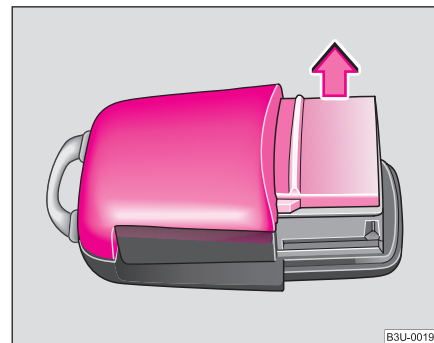

Fig. 20 Capacul carcasei emițătorului
- Scoateți capacul carcasei emițătorului ⇒ pagina 39, fig. 20 în sensul săgeții.